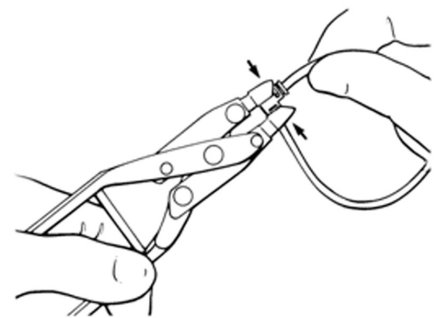

Figura 4-35. Uso de un conector en ángulo recto
- Use la herramienta dos veces, una vez en cada extremo. (Figura 4-35)